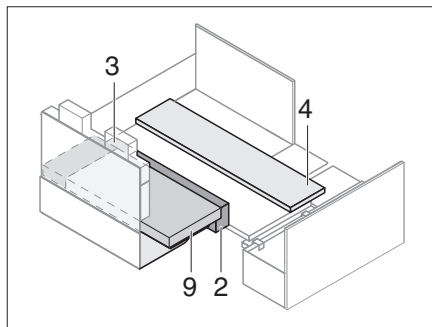

Fig. 218 Posicionar los cojines adicionales
- Posicionar los cojines adicionales (Fig. 218). La distancia se obtiene mediante los cojines insertables.
- Introducir los cojines del asiento y los ensanchamientos del asiento. Poner el cojín del respaldo (Fig. 218,9) sobre los cojines adicionales.